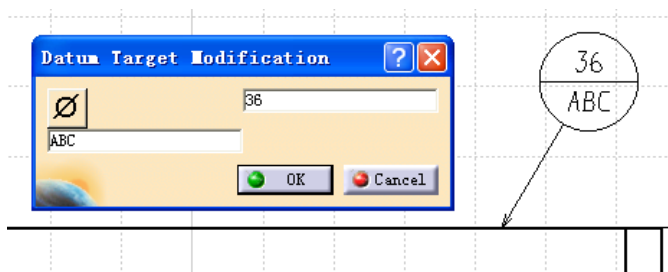

图 7-13
(1) Datum target  (点击 **T** 右下方倒三角形)，双击后可以修改基准面（见图 7-13）；